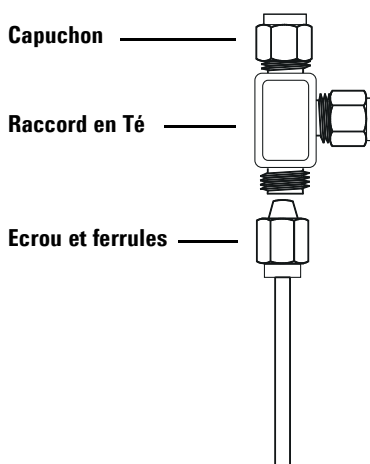

Figure 17 Té Swagelok
- 1 Coupez le tube à l'endroit où vous souhaitez installer le Té. Raccordez le tube et le Té avec un raccord Swagelok. Voir la section Figure 17.